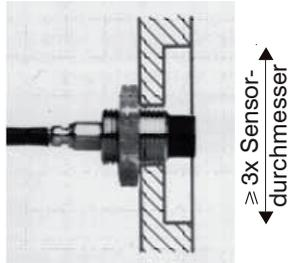

Abb. 13 Beispiel für flächenbündige Montage eines ungeschirmten Sensors in einer metallischen Halterung
- ➔ Montieren Sie ungeschirmte Sensoren bündig in die metallische Sensorhalterung, siehe Abb. 13.